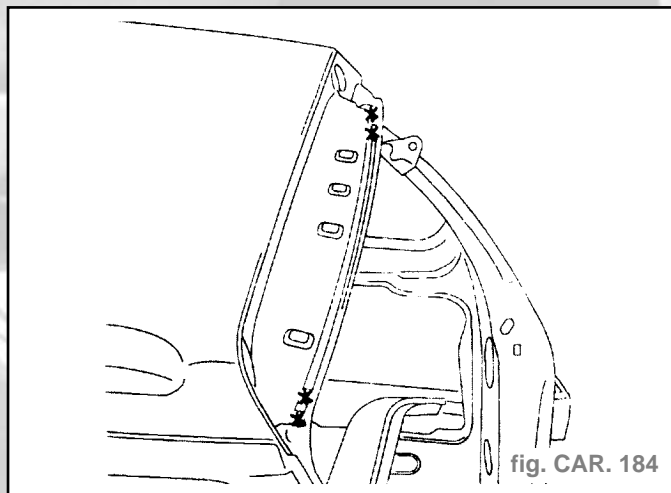

fig. CAR. 184
- Découper par meulage des points à l'aide d'une meule épaisseur **6 mm** (fig. CAR. 184).